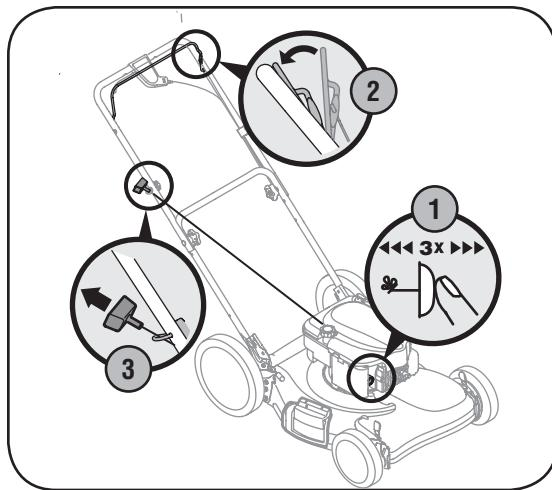

Figura 4-2
1. Oprima el cebador tres veces. Espere aproximadamente dos segundos entre cada presión. Vea la Figura 4-2. En climas con temperaturas de alrededor de 55° F o menos, oprima el cebador cinco veces. No encienda el motor caliente para reiniciarlo luego de una detención breve.
2. Colóquese detrás de la podadora, apriete la manija de control de la cuchilla y sosténgala contra la manija superior. Ver la Figura 4-2.
3. Sostenga firmemente las dos manijas juntas, tome la manija del arrancador de retroceso y tire de la cuerda para sacarla con un movimiento rápido y continuo. Vea la Figura 4-2. Mantenga firme la manija del arrancador, deje que la cuerda regrese lentamente al arrancador. Repita hasta que el motor esté en marcha. Deje que la cuerda se enrosque lentamente de regreso.